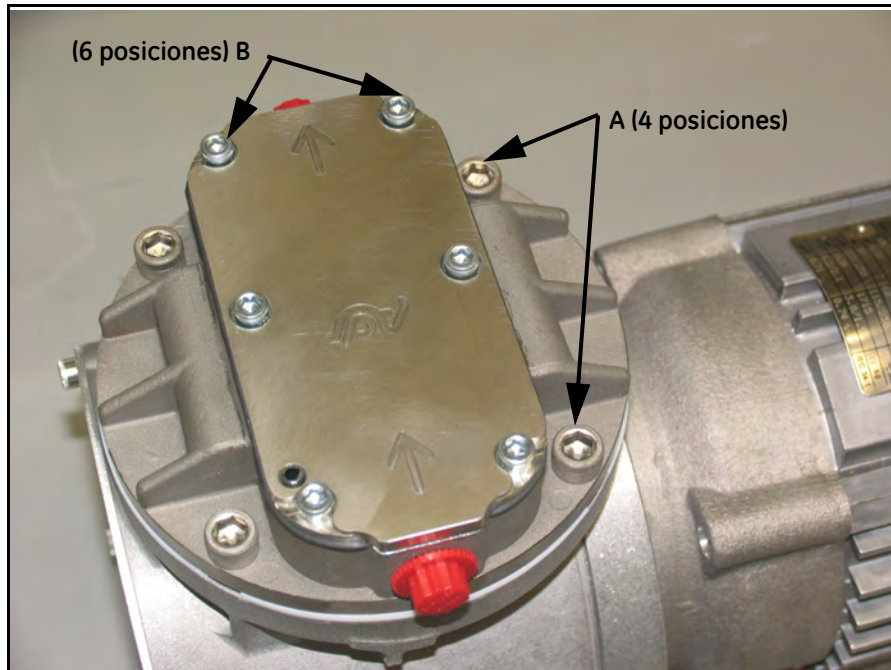

Figura 71: Ubicación de los tornillos del cabezal y de los tornillos de cabeza hueca
3. Retire la sección del cabeza desatornillando los cuatro tornillos de cabeza hueca de 1/4" con la ayuda de una llave Allen (consulte la Figura 71, etiqueta A)
4. Retire la tapa de la válvula del cabezal desatornillando los seis tornillos de cabeza hueca de 5/32" con una llave Allen 5/32" (consulte la Figura 71, etiqueta B).